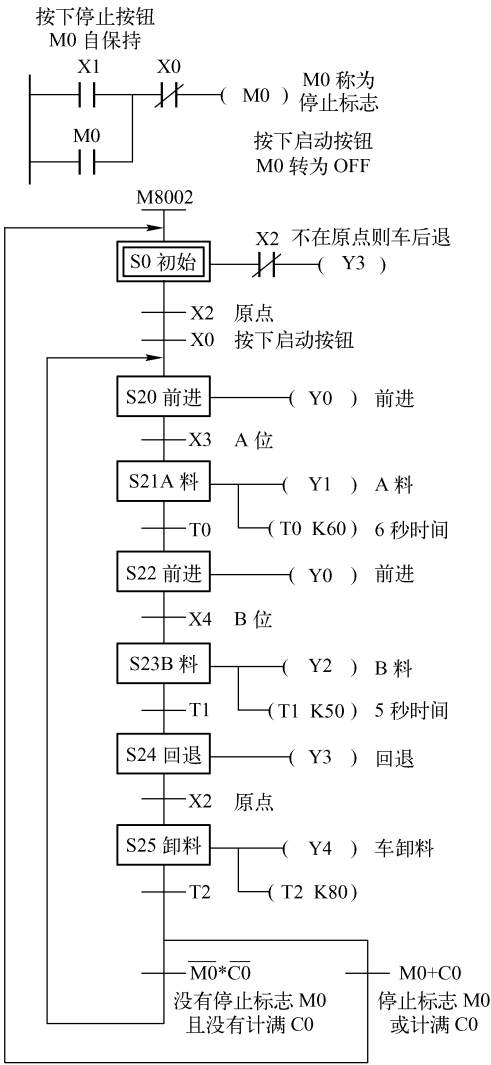

图 5-40 双料位小车运料状态转移图
(2) 根据上述描述，画出状态转移图，如图 5-40 所示。